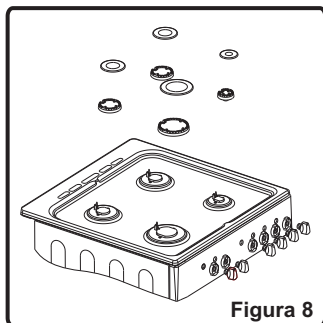

Figura 8
- Remover o espelho do queimador e o adaptador (Figura 8).